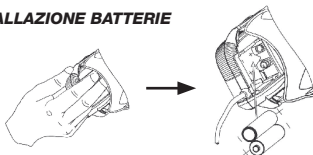

Figura 4 Installazione batteria
1. Sollevare il coperchio del vano batterie. Con l'indice e il dito medio, premere il coperchio della batteria facendolo al contempo scorrere lateralmente verso la sonda SpO_2 (come da Figura 4).
2. Come da Figura 4, inserire due batterie di tipo AAA nel vano, orientandone correttamente i poli.